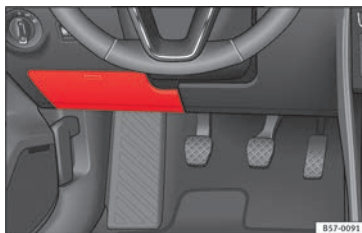

Fig. 100 Sur le tableau de bord côté conducteur : cache du boîtier de fusibles.
- **Ouverture** : rabattez le couvercle vers le bas » **fig. 100**.